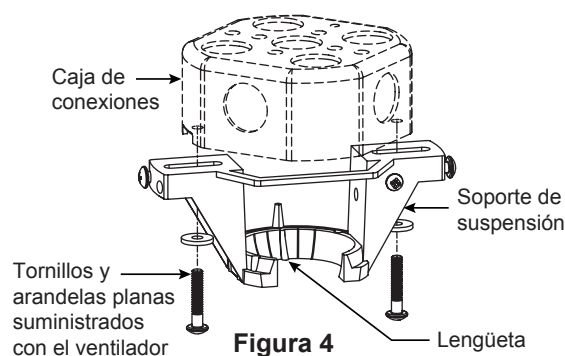

Figura 4
- ☐ 4. Afloje los dos tornillos de fijación del soporte del barral de soporte para techo a través de la varilla. Introduzca los cables de color negro, blanco y azul a través de la varilla. (Figura 4)
- ☐ 4. Alinee las tres ranuras de la cubierta con los tres tornillos de acoplamiento del motor. Fije adecuadamente la carcasa de la cubierta al motor con tornillos retirados previamente. (Figura 4)
2. Fije adecuadamente el soporte colgante a la caja de empalme del techo que sea aceptable para el soporte del techo. Usando los tornillos de la caja de conexiones #8-32 y las arandelas planas suministrado con el ventilador. (Figura 4)
NOTA: Se deben pasar los tornillos de la caja de conexiones a través de los orificios que se encuentran en el soporte de suspensión. (Figura 4)
- ☐ 4. Con cuidado, levante el ventilador y apoye la unidad del barral/de la semiesfera en el soporte de suspensión que acaba de fijar a la caja de conexiones. (Figura 5) Asegúrese de que la ranura en la semiesfera esté alineada con el reborde del soporte de suspensión. (Figura 4)